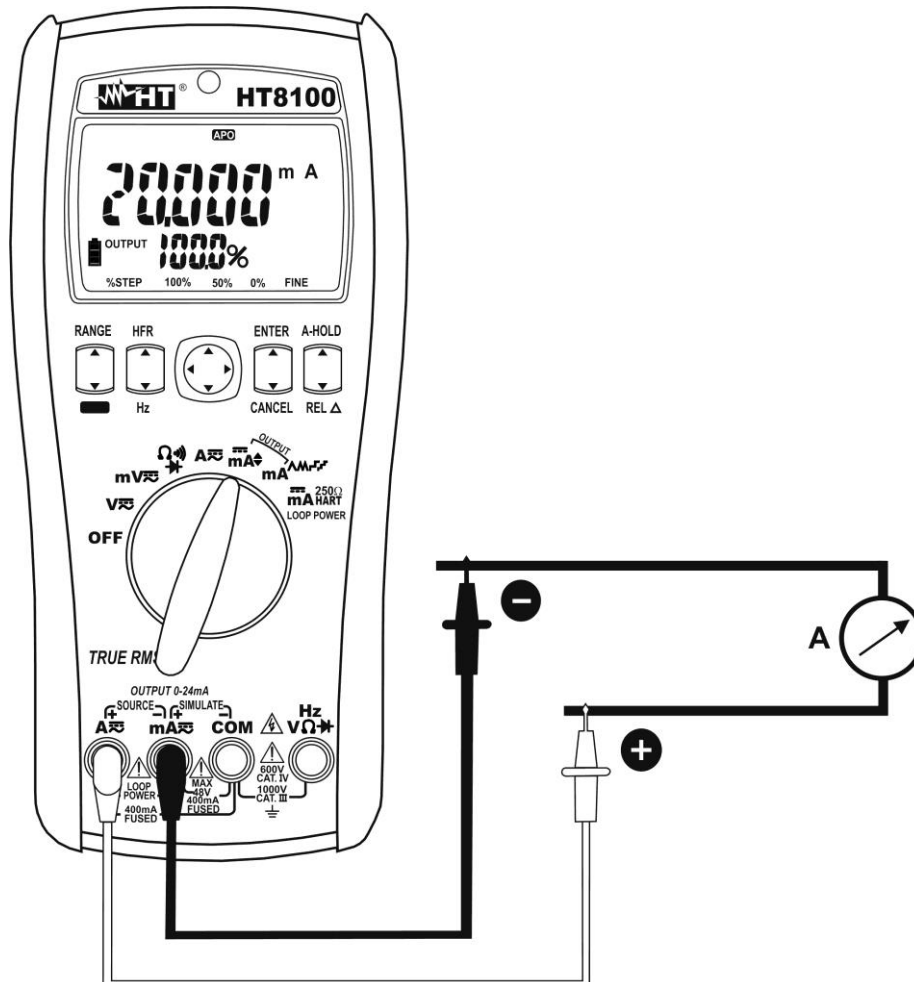

Fig. 8: Uso do instrumento para a geração de corrente CC
5. Colocar a ponteira vermelha e a ponteira preta respetivamente nos pontos com potencial positivo e negativo do dispositivo externo passivo que deve receber a alimentação (ver Fig. 8).